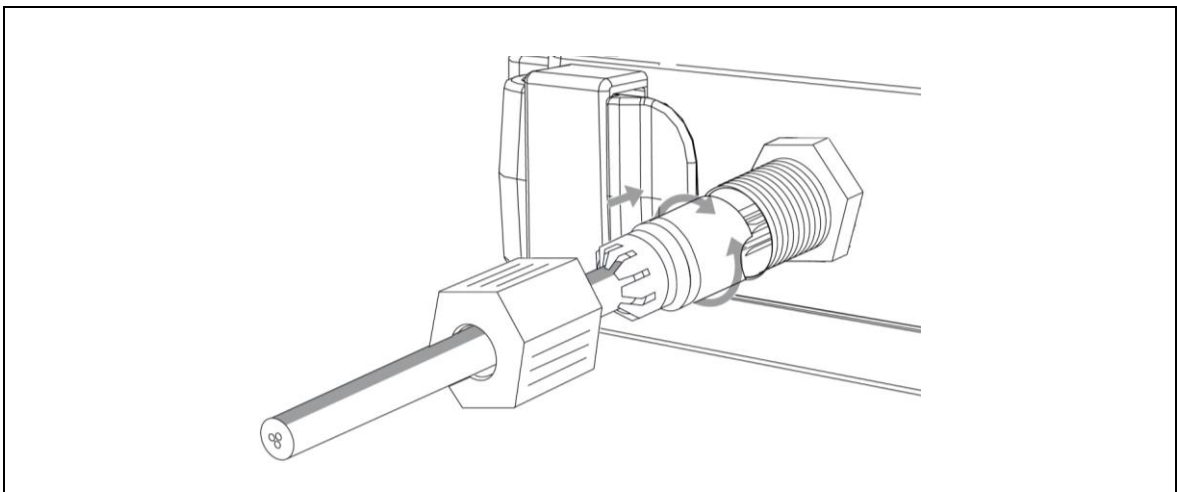

Abbildung 14 Montage des QUICKON® Schnellverbinders (4)
- 7 Drehen Sie die Leitung mit dem Spleißring, bis die Codiernasen genau in die entsprechenden Führungen passen (siehe Abbildung 14).